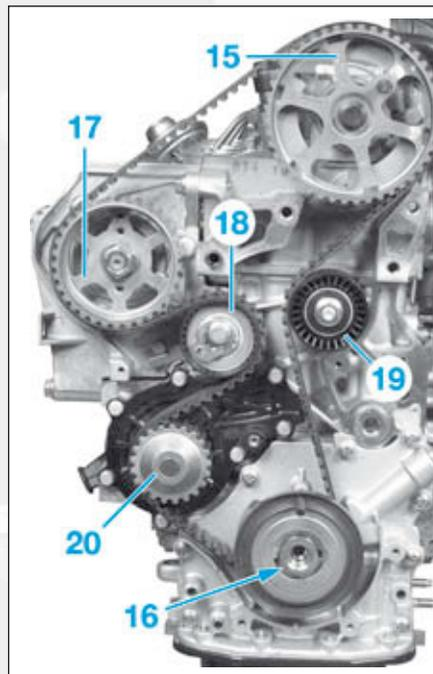

FIG.9
- Maintenir le galet tendeur (18) à l'aide d'une clé six pans (Fig.9).
- Serrer la vis de fixation du galet tendeur (18) au couple prescrit.
- Contrôler le pignage des roues dentées (Fig.9) :
- de l'arbre à cames (15).
- du vilebrequin (16).
- de la pompe haute pression (17).